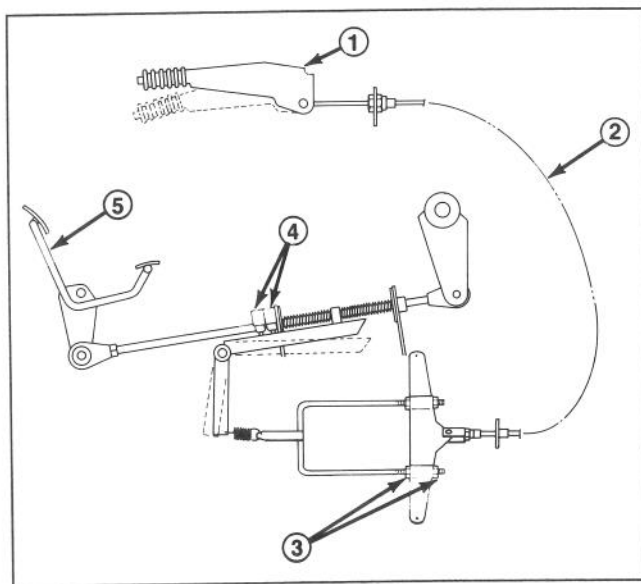

Fig. 42
Col tempo il cavo del freno a mano si allunga, ed in tal caso il motore non si avvia. Rettificare regolando il cavo (Fig. 42).
4. Regolare i quattro dadi della staffa ad U (Fig. 42) uniformemente per tendere la molla. Questa messa a punto influisce sul funzionamento dei microinterruttori della trazione.
5. Regolare i quattro dadi della staffa ad U (Fig. 42) in maniera che il motore si avvii e giri quando il freno a mano si trova al quarto scatto, ma non si avvii o giri quando il freno a mano è al secondo scatto.